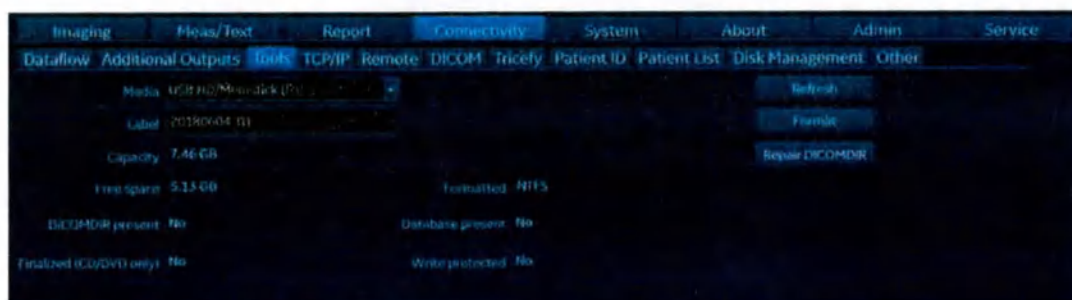

Рис. 3-10. Вкладка инструментов
4. Выберите категорию **Connectivity** (Обмен данными), а затем вкладку **Tools** (Инструменты) (Рис. 3-10).